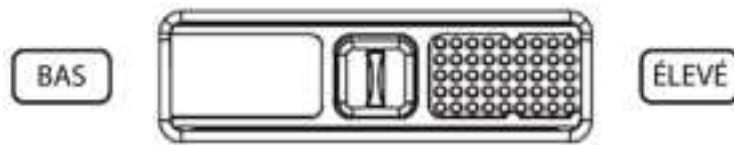

Fig. 9
- Les utilisateurs peuvent faire glisser le commutateur vers la gauche ou vers la droite en fonction des aliments entreposés (Fig. 9). Lorsque le module est réglé sur FAIBLE, l'humidité est faible dans le bac à légumes. Lorsque le module est réglé sur ÉLEVÉ, l'humidité est élevée dans le bac à légumes.